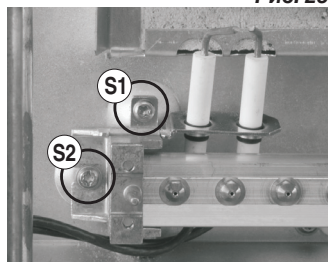

Рис. 26
- Открутите с каждой стороны винты (S1), закрепляющие зажигательный электрод и электрод заземления – см.рис. 26.
- Открутите с каждой стороны винты (S2) консоли горелки и снимите консоль (рис. 26).